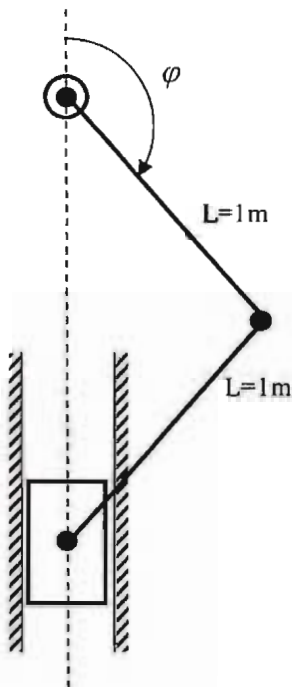
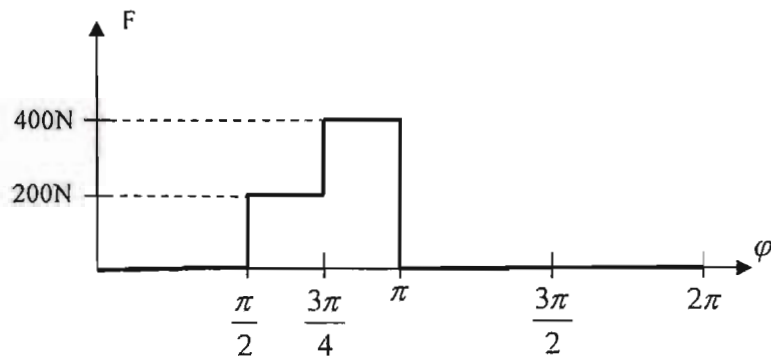

Figura 1.
Figura 2.
En la figura 1 se presenta el esquema del mecanismo de una máquina de compactación. Dicha máquina es accionada por un motor eléctrico rotativo continuo de par constante acoplado en la manivela. El proceso de compactación genera una fuerza resistente sobre el pistón (F) que se puede modelizar aproximadamente tal y como se representa en la figura 2. Se necesita que el mecanismo realice, en régimen estacionario, 100 ciclos de prensado por minuto girando a velocidad constante con un grado de irregularidad máximo admitido de 0,08. Se pide: